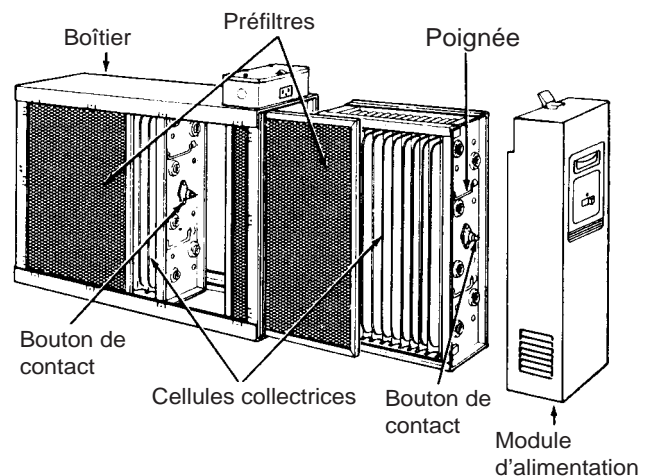

Figure 19
10. **Une fois le boîtier installé,** y introduire les préfiltres et les cellules (figure 19).